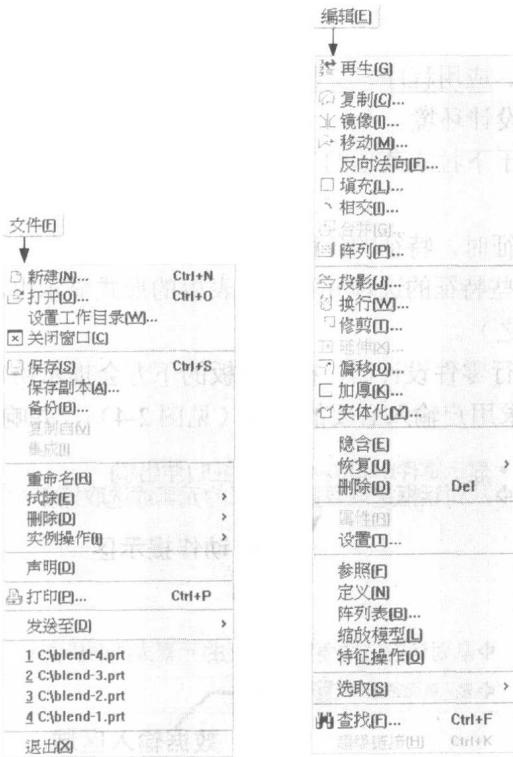

图 2-7
1. 文件：文件的存取，细部选项如图 2-7 所示，将于本书 2-3 节中详细介绍。